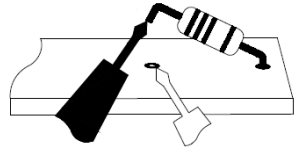
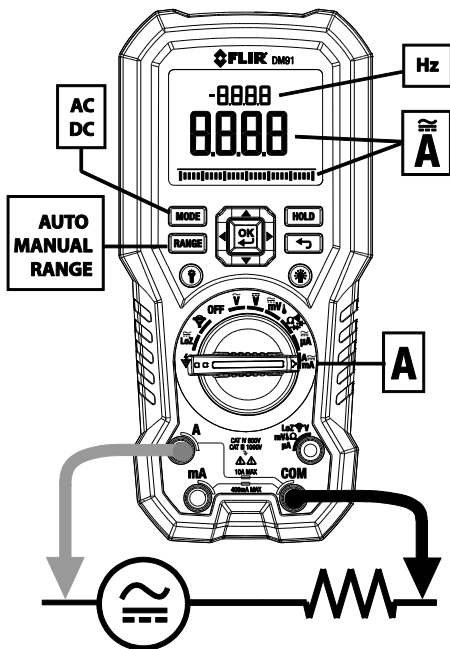

图 5-7 断接组件
图 5-8 高电流 "A" 和频率测量
如要测量测试导线电流，请首先断开被测零件，并将测试导线与该零件进行串联，请参阅图 5.7。
4. 进行 "A" 测量时，按照图 5.7 和图 5-8 将探针导线与零件串联，进行 mA 测量和 μ A 测量时，请分别参阅图 5-9 和图 5-10。